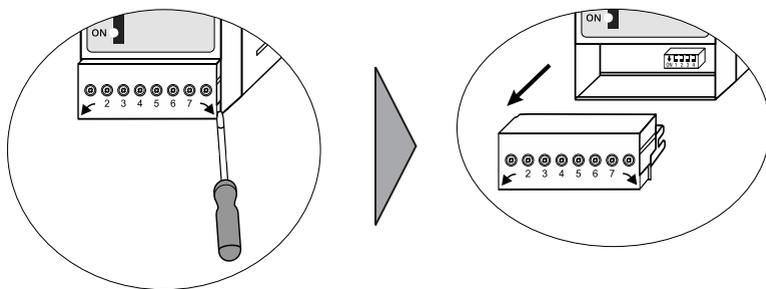

Fig. 8
2. Dévisser avec précaution le bornier inférieur à l'aide du tournevis et le retirer, voir **Fig. 8**.